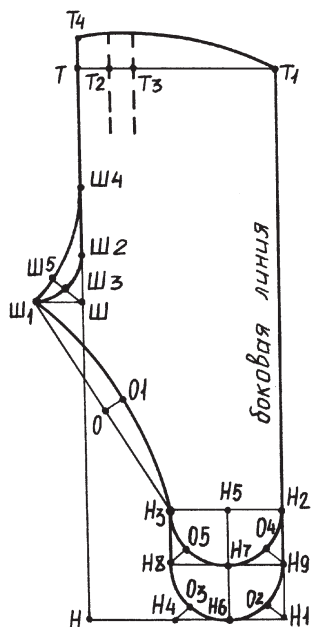

Рис. 142. Чертеж выкройки передней половины ползунков
*Передняя половина.* Постройте прямой угол с вершиной в точке Т (рис. 142).